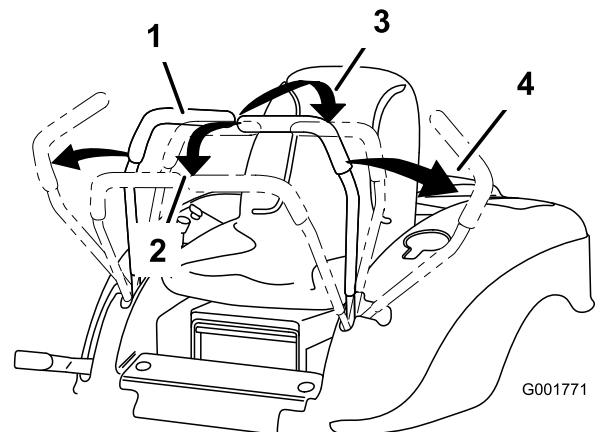

Figura 11
2. Para ir hacia adelante, empuje lentamente las palancas de control de movimiento hacia adelante (Figura 11).
Para ir recto, aplique la misma presión a ambas palancas de control de movimiento (Figura 11).
Para girar, deje de empujar la palanca de control de movimiento del lado al que desea girar (Figura 11).
2. Para ir hacia atrás, tire lentamente de las palancas de control de movimiento hacia atrás (Figura 11).